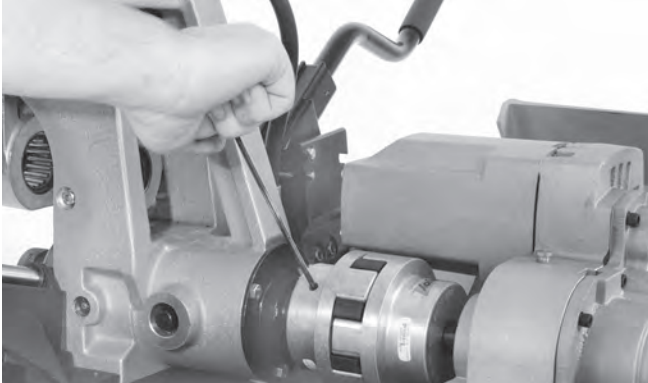

Figure 23 – Desserrer les deux vis du couplage de transmission
1. Servez-vous de la clé Allen $\frac{3}{16}$ " fournie pour desserrer les deux vis de la partie avant du couplage de transmission (Figure 23).
3. Servez-vous de la clé Allen $\frac{3}{16}$ " fournie pour desserrer les deux vis de la partie avant du couplage de transmission (Figure 23).